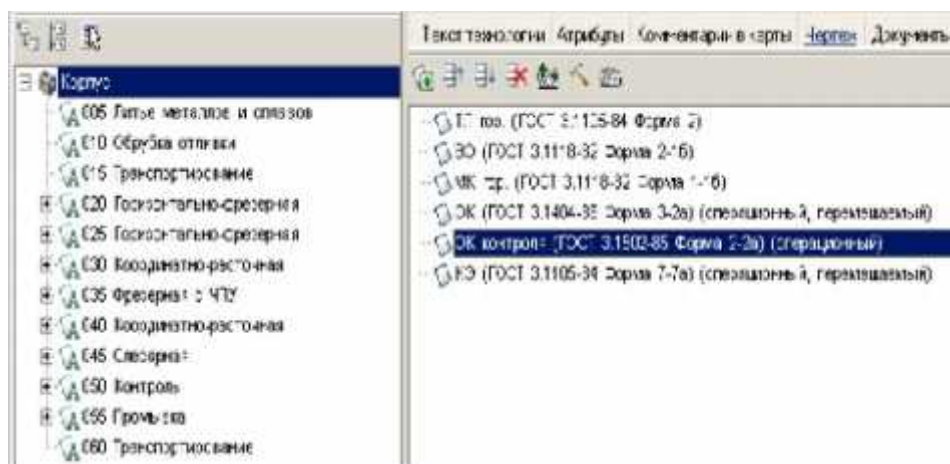

Рис. 2.1
1. Для формирования комплекта карт необходимо установить курсор на корневом элементе дерева ТП и перейти на вкладку Комплект карт. Затем нажмите кнопку Добавить шаблон. В открывшемся справочнике выберите ведомость оснастки ВО (ГОСТ 3.1118–82 форма 2-1б) и нажмите кнопку Применить. Далее установите курсор на строку ВО (ГОСТ 3.1118–82 форма 2-1б) и, нажимая кнопку Переместить выше, поместите ведомость оснастки сразу за титульным листом. Нажмите кнопку Добавить шаблон. В открывшемся справочнике выберите ОК контроля (ГОСТ 3.1502–85 форма 2-2а) и нажмите кнопку Применить. Поместите добавленный шаблон операционной карты перед картой эскизов (рис. 2.1). В случае, если нужно удалить шаблон карты, следует на вкладке Комплект карт установить курсор на название шаблона и нажать кнопку Удалить. Не все операции должны быть упомянуты в тексте технологического документа. Список карт, расположенный на вкладке Комплект карт, распространяется на все операции ТП. Исключение операций из карт техпроцесса производится на вкладке Карты, которая есть у каждой операции.